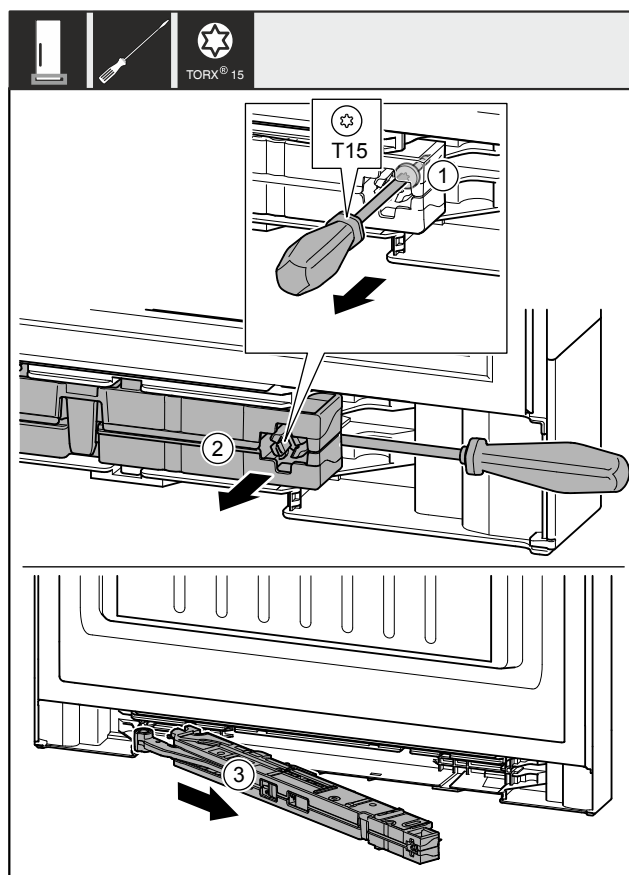

Fig. 11
- Skrutku Fig. 11 (1) na jednotke tlmiča uzatvárania uvoľnite skrutkovačom 14 mm.
- Vypáčte jednotku tlmiča uzatvárania Fig. 11 (2) na strane rukoväti dopredu pomocou skrutkovača.
- Vytiahnite jednotku tlmiča uzatvárania Fig. 11 (3).